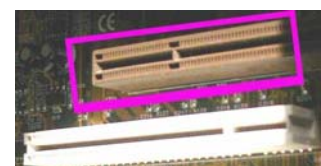

Abbildung 108: AGP-Slot [44]
1. Die AGP-Grafikkarte wird in den AGP-Slot, Abbildung 108, gesteckt. Dieser ist leicht zu finden. Er ist ganz oben und braun.